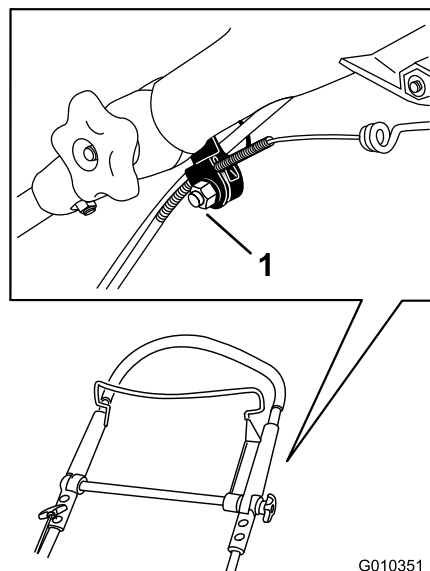

Figura 44
1. Afloje la tuerca del soporte del cable (Figura 44).